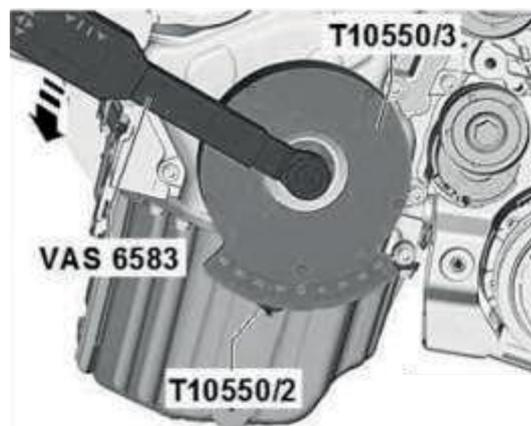

Fig. 3
4. Aperte a ferramenta apontadora (B) no orifício roscado do depósito, certifique-se de que a ferramenta apontadora está posicionada verticalmente e aperte a porca de bloqueio.
5. Instale o elemento (C) e ajuste-o na polia da cambota utilizando os ímãs, fig. 3.
7. Alinhe a escala na ferramenta de medição (C) com o ponteiro na ferramenta apontadora (B) na posição 0.